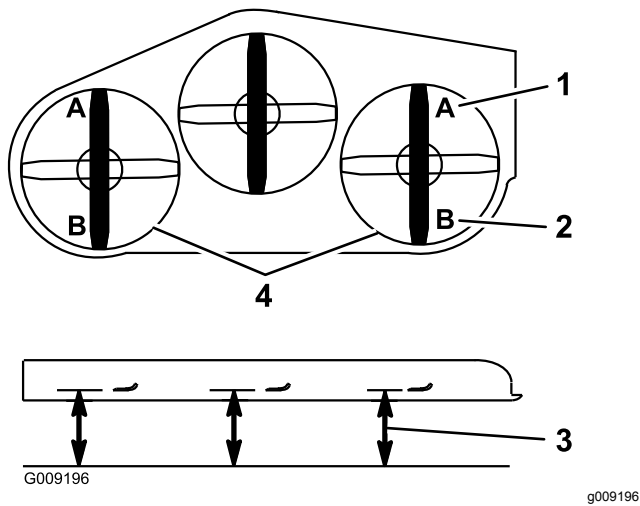

Figure 89
9. De chaque côté du tablier de coupe, mesurez la distance entre la surface plane et la pointe avant de la lame (position A), comme montré à la Figure 89.
16. De chaque côté du tablier de coupe, mesurez la distance entre la surface plane et la pointe arrière de la lame (position B), comme montré à la Figure 89.